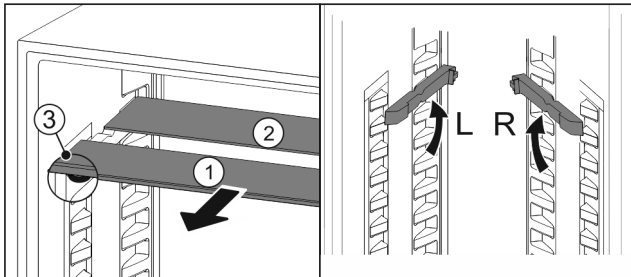

Fig. 151
- Glasplatten einzeln nach vorne herausziehen Fig. 151 (1).
- Glasplatte Fig. 151 (1) mit Zierleiste liegt vorne.
- Stopps Fig. 151 (3) zeigen nach unten.